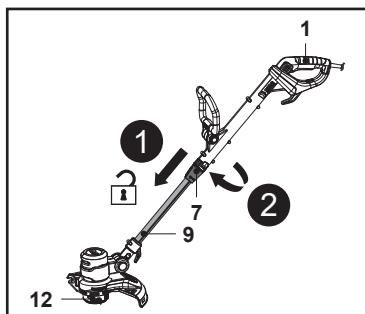

Fig. 6
1. Faire glisser le bouton de déverrouillage (7) vers le bas et tourner la poignée principale (1) dans le sens des aiguilles d'une montre tout en maintenant la perche inférieure (9) pour régler la tête de coupe-bordures (12) à un angle de 90° ou 180° (Fig. 6). Relâcher le bouton de déverrouillage (7) et continuer à tourner la poignée principale (1) jusqu'à ce qu'elle s'enclenche. S'assurer que le bouton de déverrouillage (7) s'enclenche.